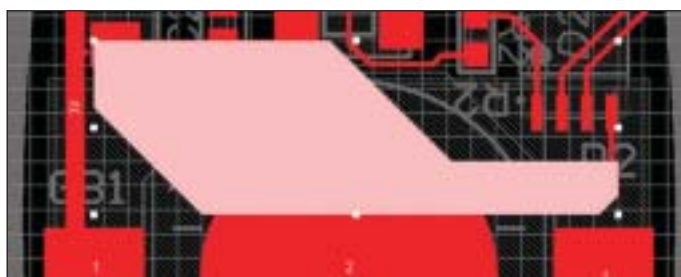

Рис. 86. Размещение полигона
4. Левой кнопкой мыши укажите вершины полигона, так чтобы он перекрывал большую часть контактных площадок, подключенных к цепи GND (рис. 86).